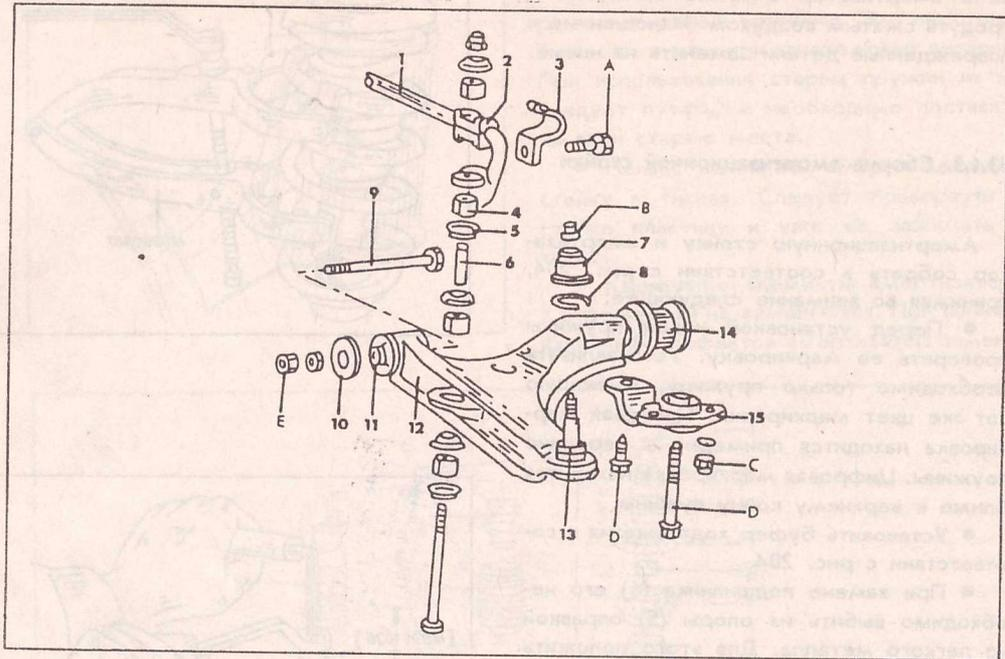

Рис. 208.
ной устойчивости от нижнего поперечного рычага. Для этого отвернуть гайку, показанную стрелкой на рис. 208, и отсоединить тяги стабилизатора от поперечного рычага.
- В соответствии с рис. 208 отвернуть гайку у соединительного болта стабилизатора поперечной устойчивости и поперечного рычага подвески. Снять фасонную шайбу и выбить вниз болт. Собрать все детали разобранного узла. Такую же работу выполнить на другой стороне автомобиля.